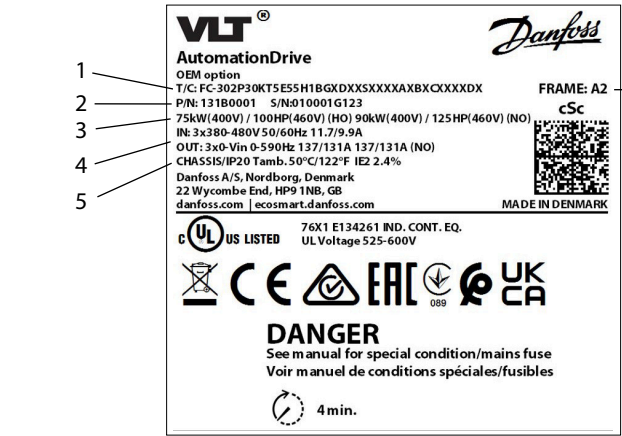

Рисунок 1: Пример паспортной таблички
1. Определите размер корпуса. См. Рисунок 1.